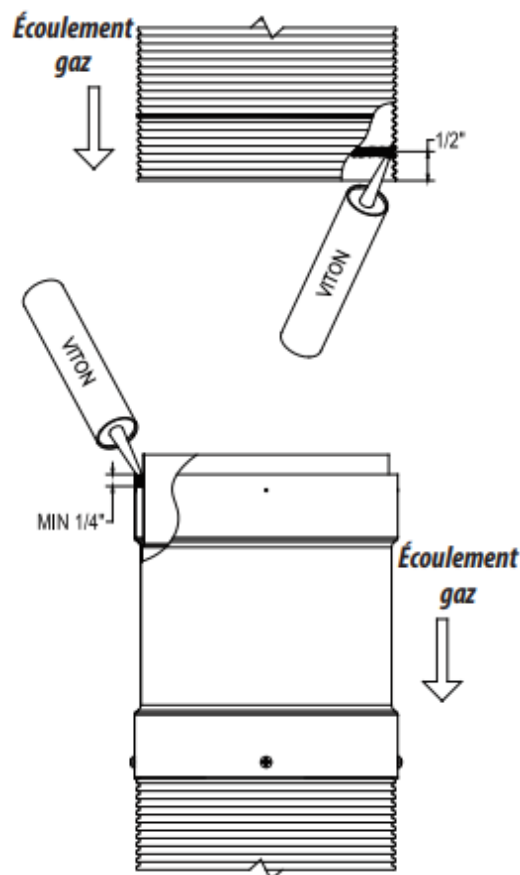

Figure 22 - Scellant Seal Flex Flex Viton®
3.2. Ajoutez un autre cordon de scellant Viton® à 1/2 "du bord de la doublure flexible tout autour de sa face intérieure (Figure 22).